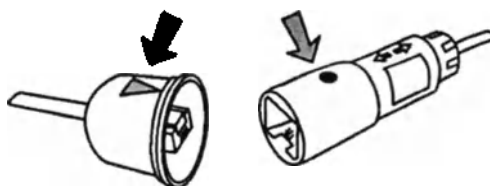

Рис.87.20. Положение маркировки на крышке штепселя и наконечнике кабеля
- К разъему аппарата, обозначенному IBP, подсоедините соединительный кабель датчика. Датчик подсоедините к наконечнику кабеля, причем обращайте внимание на то, чтобы знак треугольника на эластичной крышке штепселя находился напротив цветной точки на наконечнике кабеля (рис.87.20). В случае двойного кабеля по цветам точек отличаются измерительные каналы (IBP1, IBP2).